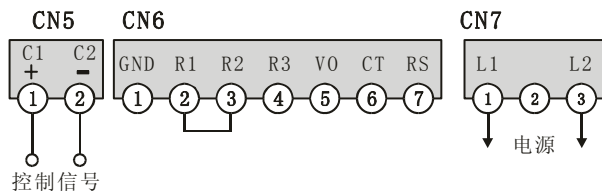

图 3: 最简自动控制接线图
- 5.3.1.2 手动调整：按图 3 接线，外接 10K Ω 手动电位器。电位器的两个固定端分别接 V0、GND 端，滑动端接 R1 端。调整手动电位器，负载电压调整范围为 0~100%。此时，负载电压、电流应均匀变化且三相平衡。